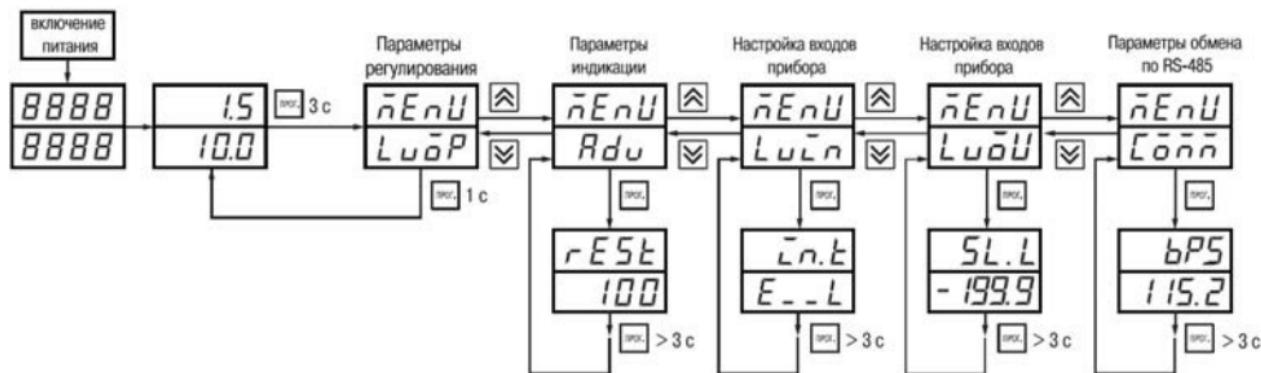

Рисунок 7.1
7.1.2 Основные параметры прибора TPM201 объединены в 5 групп: *Ло $\ddot{P}$* , *Rdu*, *Ло $\ddot{U}$* , *Ло $\ddot{U}$*  и *Со $\ddot{n}$* , составляющие меню прибора (рисунок 7.1). Полный список программируемых параметров приведен в приложении Б.